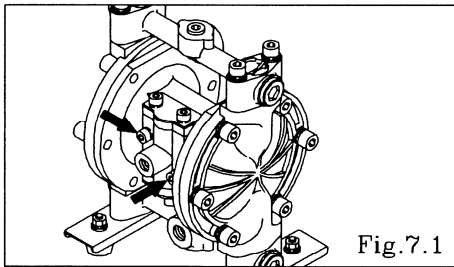

Fig.7.1
- 拆下滑阀套的2颗安装螺栓，取下滑阀套。〈Fig.7.1〉